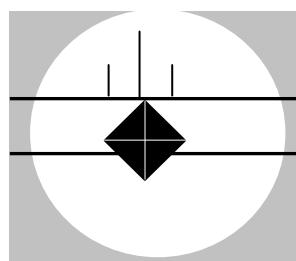

Abbildung 5-11 Bewegung der oberen dünnen Linie zur oberen Spitze
8. Drehen Sie das Okular um 90° im Uhrzeigersinn. Betrachten Sie das Bild durch das Okular. Die dünnen Linien sind nun Horizontal gegenüber der zweiten Diagonalen. (Siehe Abbildung 5-11).
9. Drehen Sie die kleine Verstellschraube des Messmikroskop um die obere Linie nach oben Richtung der Spitze des Eindrucks zu bewegen, wie Abbildung 5-11 zeigt. Dieser Vorgang wird beide Linien gleichzeitig bewegen.